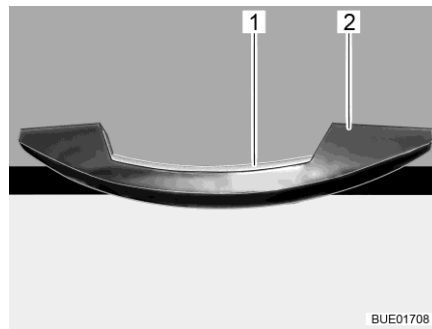

Fig. 65 Tirador con listón de desbloqueo (ejemplo)
- Pulsar y mantener pulsado el listón de desbloqueo (Fig. 65,1).
- Tirar del tirador (Fig. 65,2) hasta que la trampilla de mueble esté abierta.